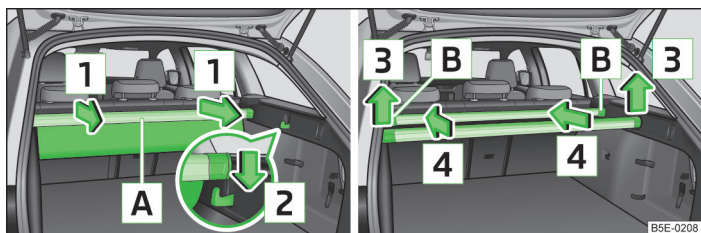

Fig. 93 Boîte multifonctionnelle : tirer / pousser
- Saisissez la baguette arrière **A** » fig. 93 des deux mains et retirez la boîte complète dans le sens de la flèche **1**.
- Retirez la baguette arrière des crochets en tirant dans le sens de la flèche **3** » fig. 93.